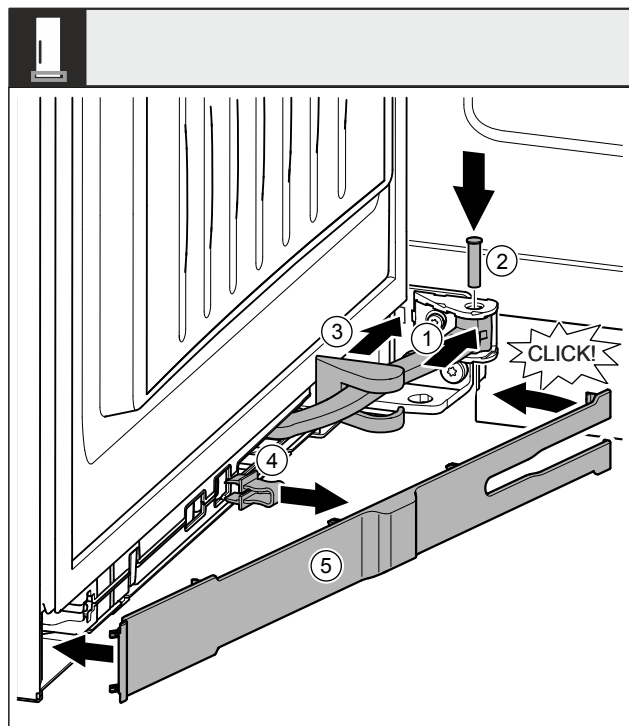

Fig. 54
- ▶ 将铰链 Fig. 54 (1)旋转至悬挂装置。
- ▶ 用螺丝刀将螺栓 Fig. 54 (2)插入悬挂装置和铰链。同时注意止动凸轮需正确地位于凹槽中。
- ▶ 沿着铰链推动托架盖 Fig. 54 (3)，并将其安装到悬挂装置上。
- ▶ 取下保险装置 Fig. 54 (4)。
- ▶ 将隔板 Fig. 54 (5)放上并转入把手侧。